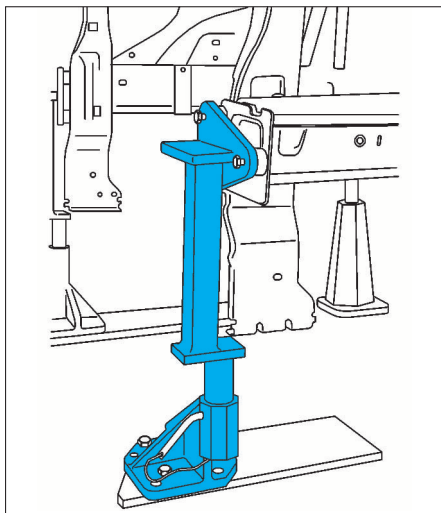

FIG. 8
- Monter la nouvelle pièce sur un gabarit et ajuster la coupe (Fig.8).